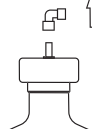

Рис.2
2. Соединительную трубку можно легко снять для очистки. Используйте теплый мыльный раствор. (Рис.2)